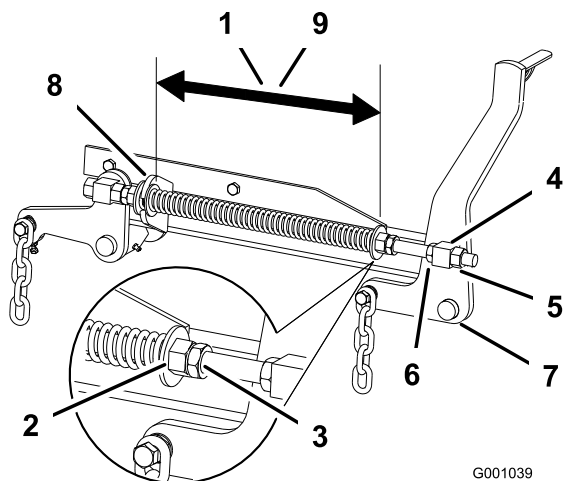

Figura 83
2. Compruebe la distancia entre las dos arandelas grandes, que debe ser de 28,2 cm para carcasas de corte de 132 cm, o de 26,7 cm para carcasas de corte de 152 cm (Figura 83).
3. Ajuste esta distancia aflojando la contratuerca elástica y girando la tuerca que está delante de cada muelle (Figura 83). Gire la tuerca en el sentido de las agujas del reloj para acortar el muelle y en el sentido contrario a las agujas del reloj para alargar el muelle.
4. Fije la tuerca en la posición deseada apretando la contratuerca elástica (Figura 83).